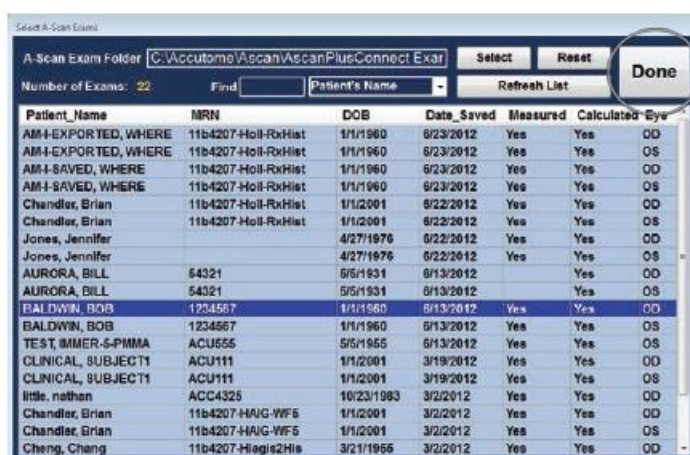

Рисунок 5-68 Выбор пациентов для персонализации констант
2. Откроется страница сохраненного исследования. Смотрите рисунок 5-68. При помощи курсора выделите данные пациента, которые будут использованы, нажав на них